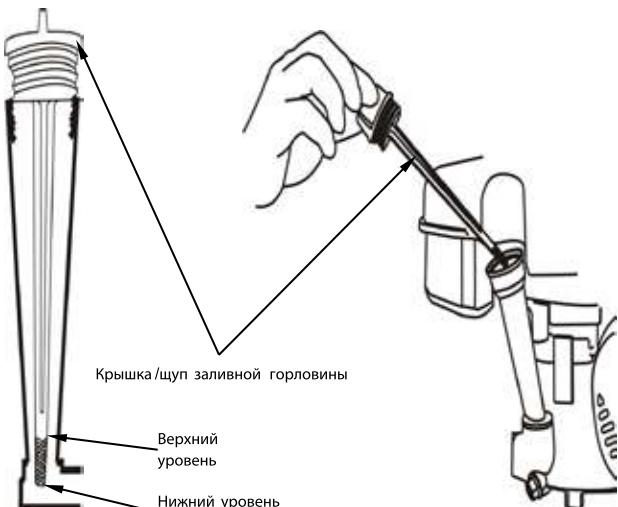

РИС.12
1. Извлеките крышку/щуп и начисто проприте его (Рис.12)